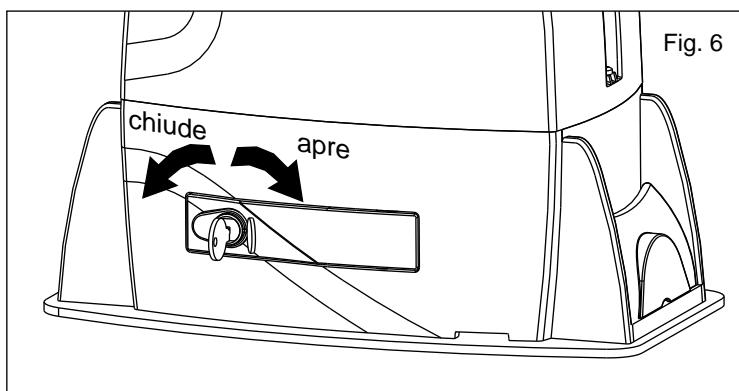

Fig. 6
- Aprire il copriserratura, inserire la chiave e ruotarla in senso orario di 90° (Fig. 6).